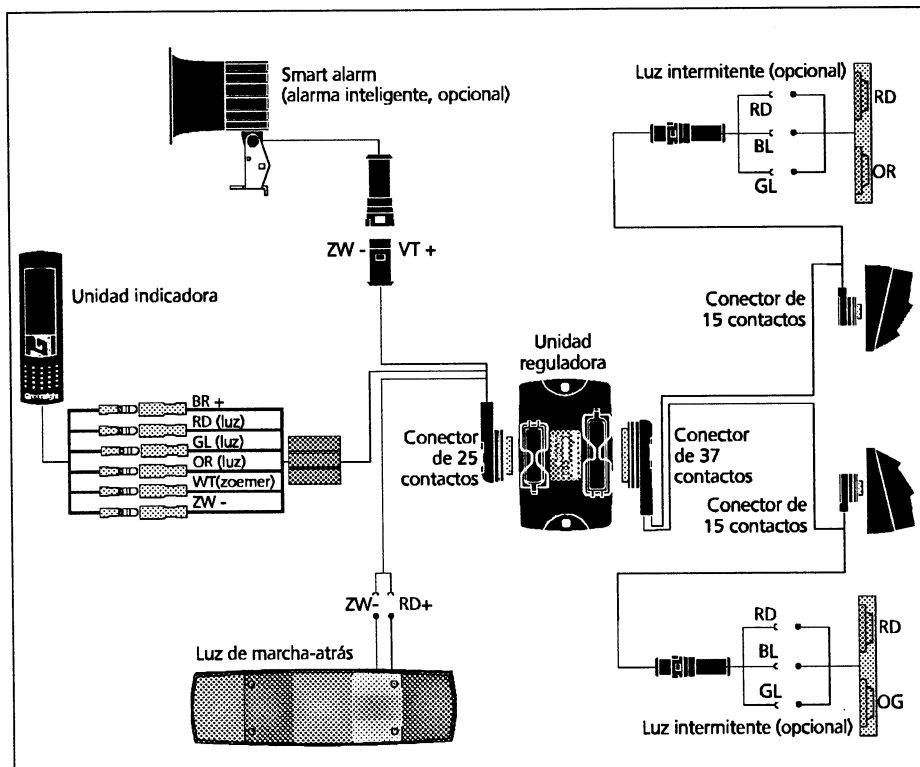

imagen 11. esquema de conexiones Camión tractor(carga cubierta)
- Efectúe la conexión eléctrica tal como se indica en el esquema de conexión eléctrica en la página 13 (imagen 11).